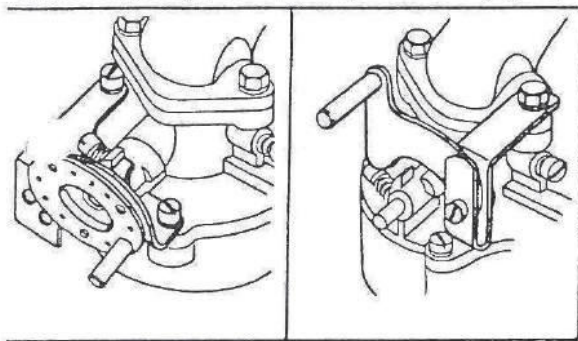

Fig. 97 — Dispositif de ralenti et commande d'accélérateur
• Pour les départs par temps froids sur les moteurs à ralenti réglés. L'accélérateur, dans ce cas, peut être maintenu dans une position « entrouvert » pendant le lancement, ce qui facilite le départ en hiver (fig. 97).